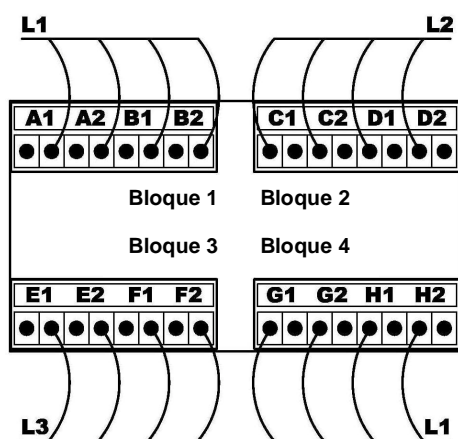

Figura 3. Conexión de fases
- Es posible conectar fases múltiples, siempre y cuando cada fase esté en un bloque de terminales diferente (bloque 1, bloque 2, bloque 3 y bloque 4, ver "Figura 3. Conexión de fases").